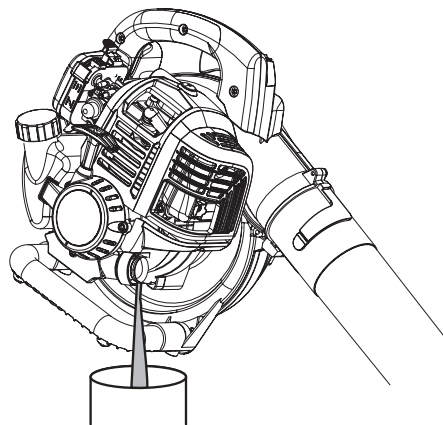

Fig. 11
3. Penchez l'outil verticalement pour que l'huile se déverse par l'embout dans un récipient adapté (fig. 11). Attendez suffisamment pour que toute l'huile soit vidée.